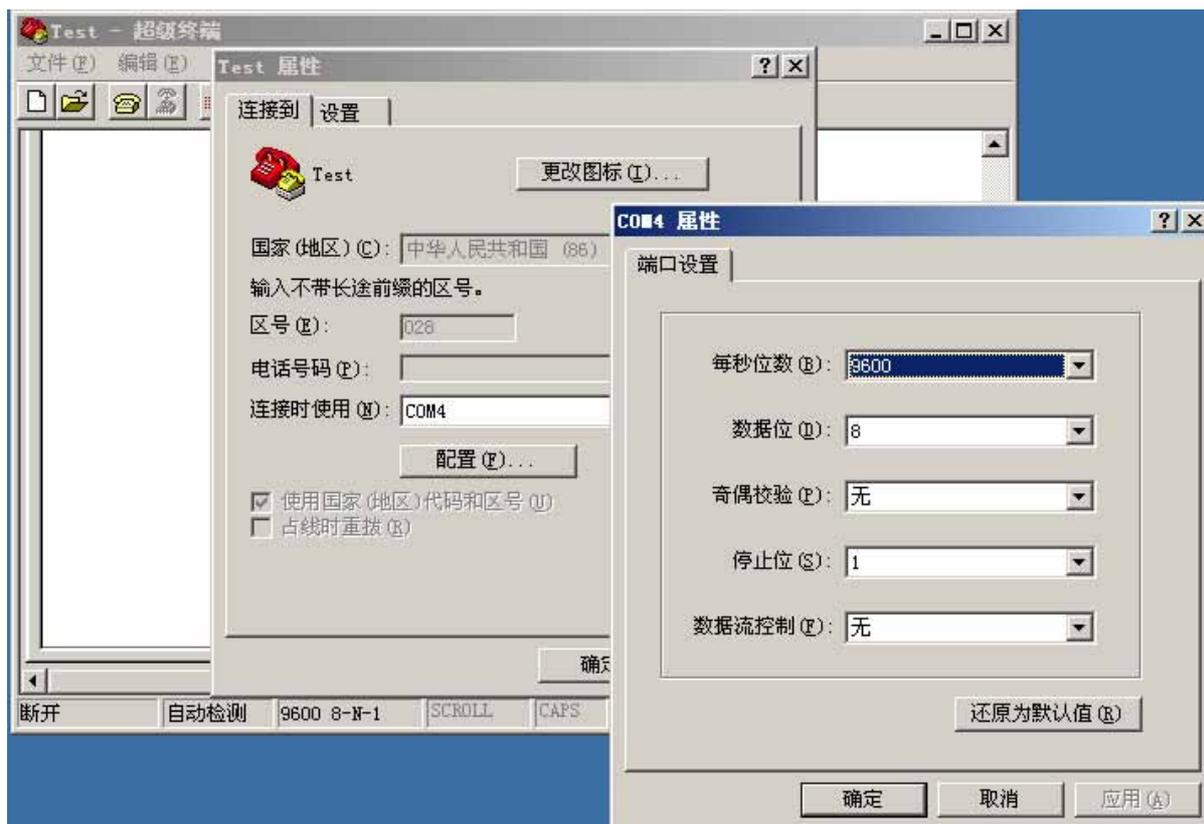

图 3.2 对超级终端进行配置
2. 按“属性”按钮，先选择连接时使用的端口，再按“配置”按钮，则出现如图 3.2 所示的界面。